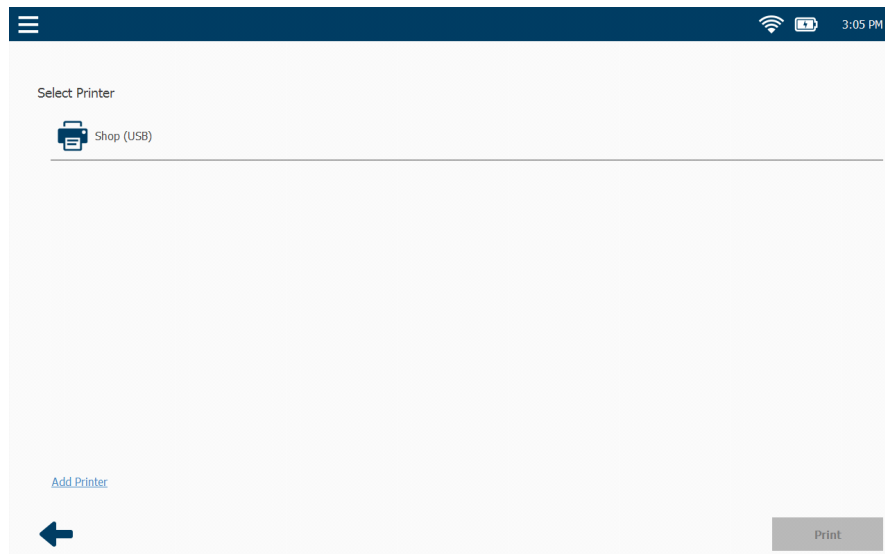

Figura 5.7 *Pantalla Select Printer*
- Toque **Print** para enviar el informe a una impresora usando la pantalla Select Printer (Figura 5.7).